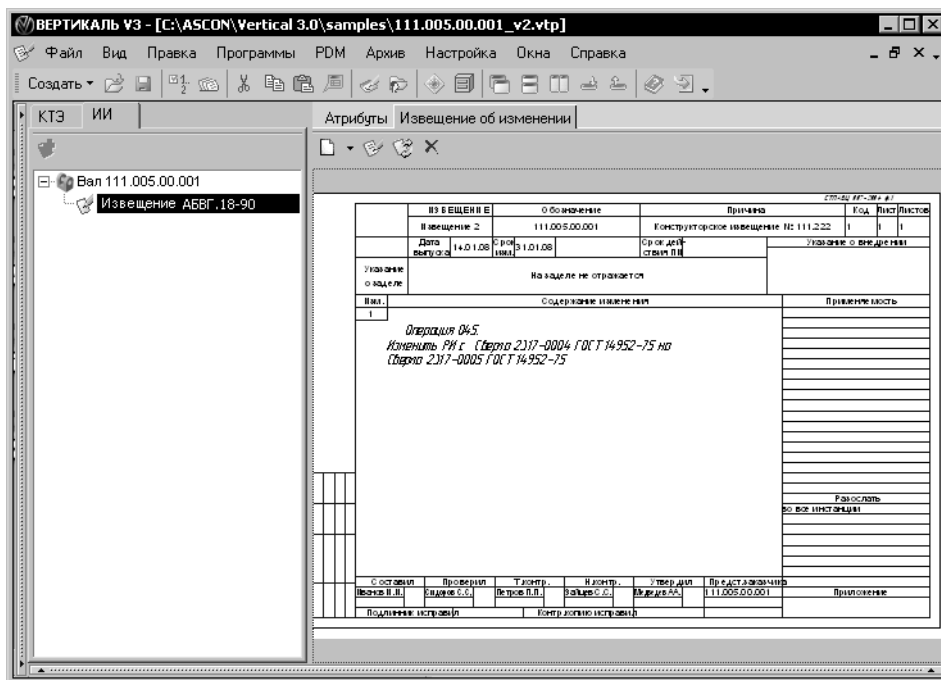

Рис. 10.13. Редактирование электронного документа
4. После подключения электронного документа (рис. 10.13) на инструментальной панели вкладки **Извещения об изменениях** становятся доступными следующие кнопки: